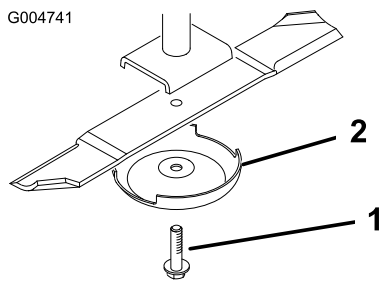

Bild 99
4. Halten Sie das Ende des Messers mit einem dicken Handschuh oder Tuch fest und entfernen Sie die Messerschraube, Antiskalpierkuppe und das Messer von der Spindelwelle (Bild 99).